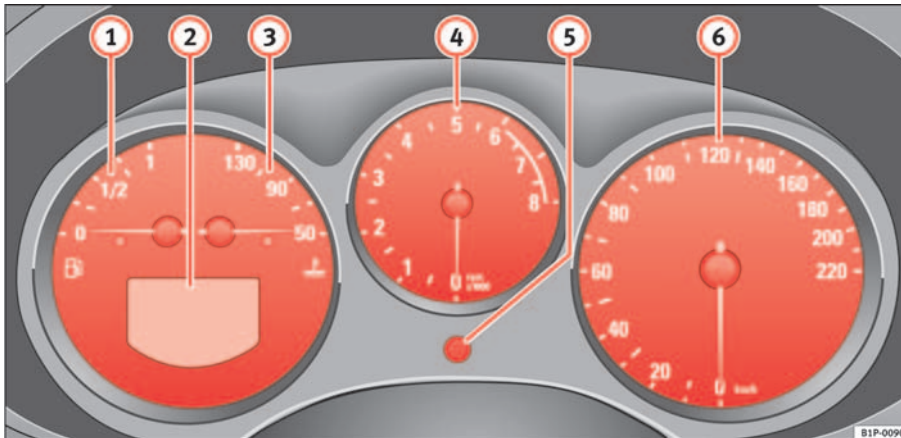

Abb. 33 Ausschnitt aus der Instrumententafel: Kombiinstrument
Der Beginn des roten Bereichs ⇒ Seite 58, Abb. 33 ④ bedeutet die maximale Motordrehzahl bei Betriebstemperatur. Vor Erreichen dieses Bereiches sollte in den nächst höheren Gang geschaltet oder die Wählhebelstellung D gewählt oder der Fuß vom Gaspedal genommen werden.
- Drehen Sie den Einstellknopf ⇒ Seite 58, Abb. 33 ⑤ bis zum Anschlag nach links, die Stunden werden eingestellt. Wenn Sie den Einstellknopf nur kurz nach links drehen, wird jeweils um eine Stunde weitergestellt.
Das rechte Zählwerk registriert die Kurzstrecken. Die letzte Stelle steht für Strecken von 100 m. Der Kurzstreckenzähler kann durch Drücken des Rückstellknopfs → Seite 58, Abb. 33 ⑥ auf Null gestellt werden.